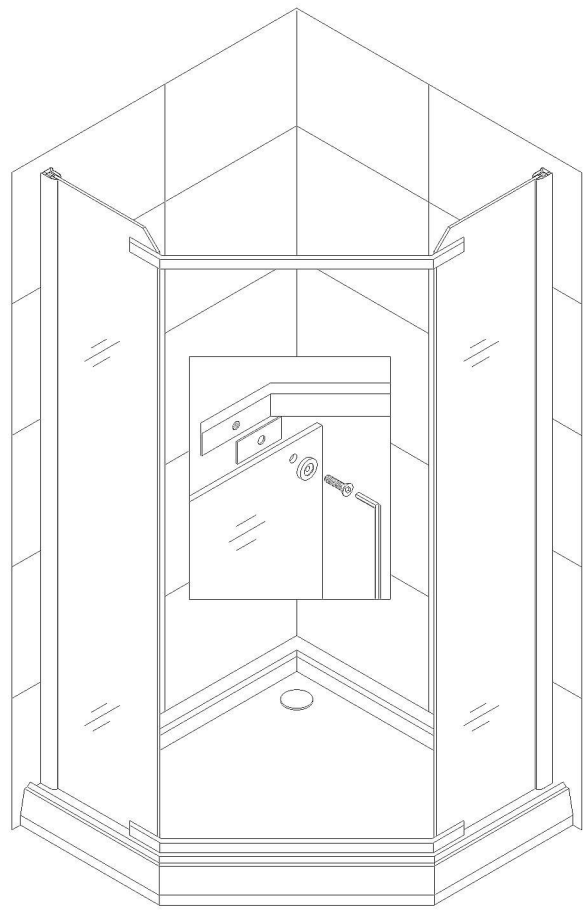

Рис. 6
5. Закрепите **Крепежную перекладину (05)** между **Стационарными стеклами (03)** **Болтами с плоской головкой M8x20 (18)** используя **Силиконовую прокладку (16)** между перекладиной и стеклом, и **Уплотнительной шайбой (19)** для болта. (Рис. 6)